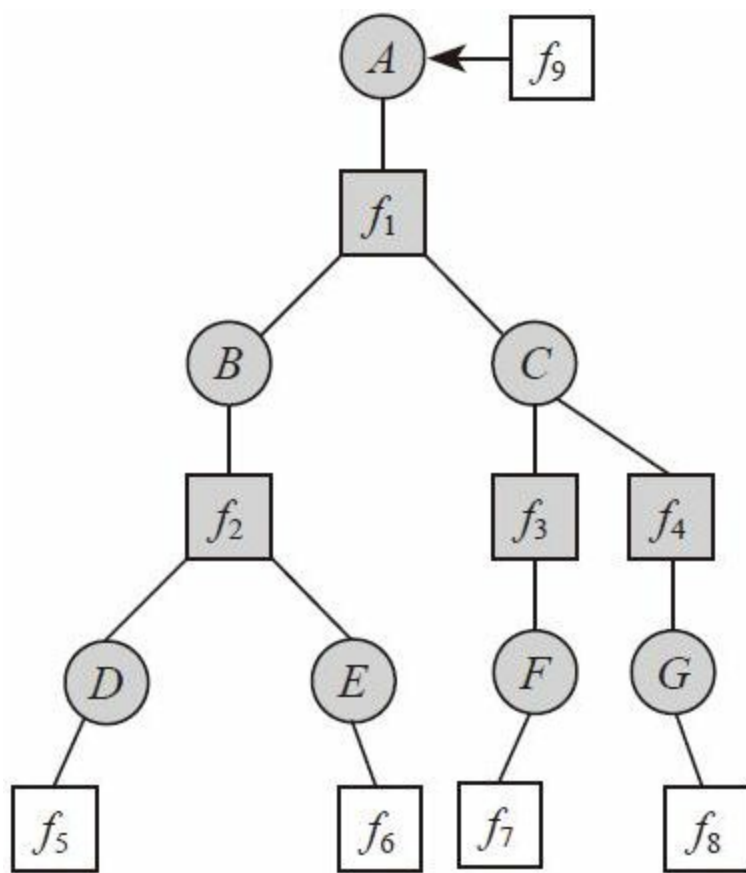

图9-17 一个节点对应一棵树
2) 对于任意 $X_i$ ，为了方便称为 $A$ ，我们把它当成根节点，如图9-17所示。